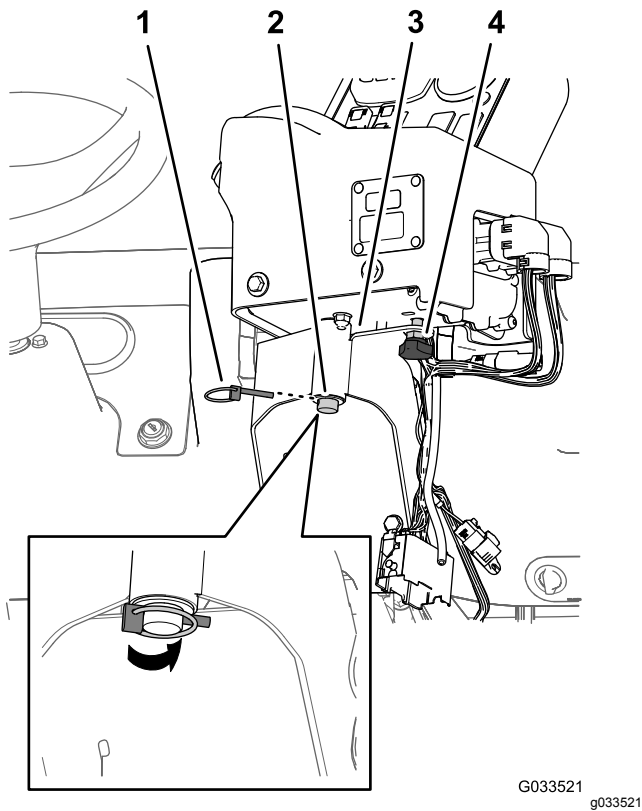

Figura 19
2. Instale la consola de control en el soporte de montaje de la consola, y sujete la consola de control con el pasador de seguridad (Figura 19).
3. Instale el pomo y apriételo para evitar que la consola gire durante el uso (Figura 19).